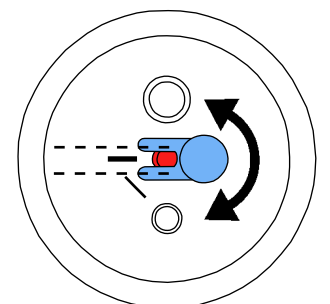

Abb. 13
- Bei Strahl tanks 25 - 70 µm muss die Dosierdüse ausgerichtet werden (Abb. 13)!